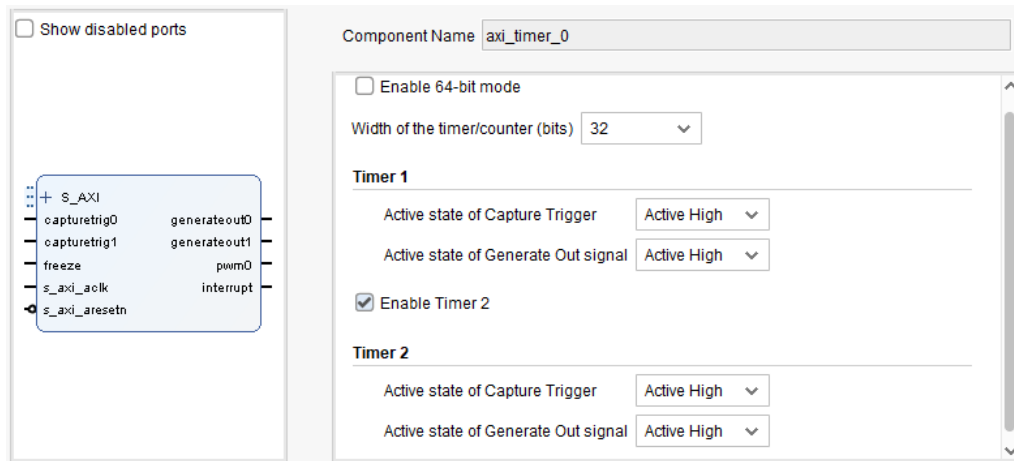

Figura 3.7: Menú de configuración de la IP ‘AXI Timer’.
- La IP ‘*AXI Timer*’ sirve como temporizador. Se selecciona el modo doble contador para poder crear más adelante un contador de 64 bits uniendo los dos de 32 bits en modo cascada (Figura 3.7).